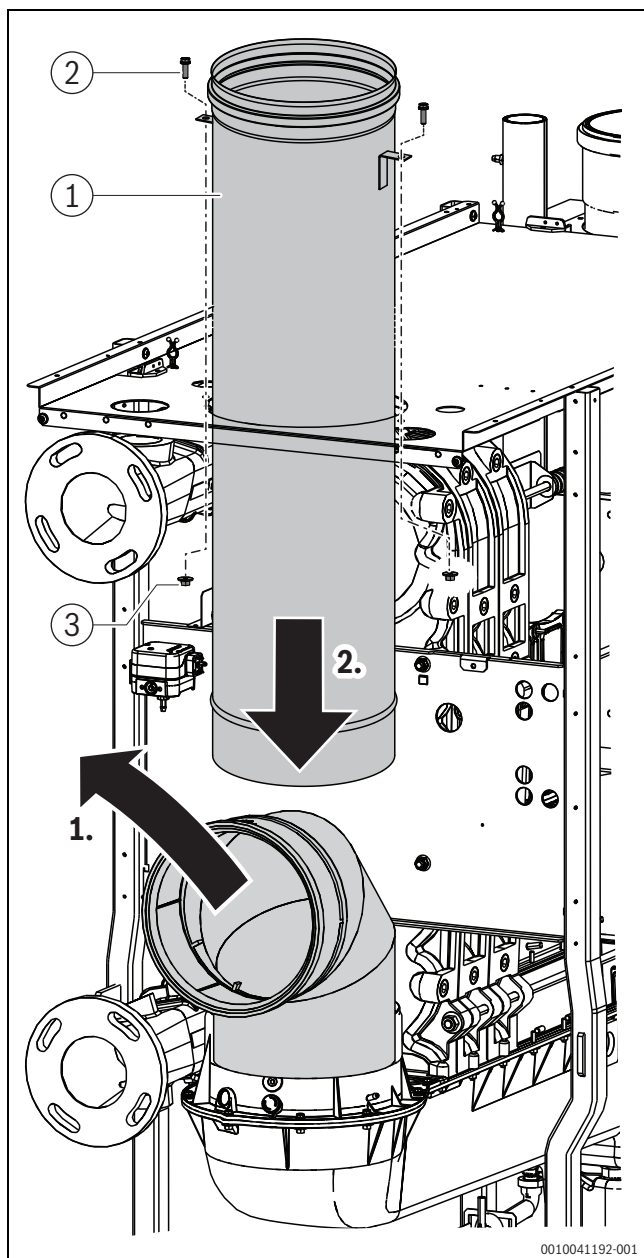

Fig. 21 Montar a conduta dos gases queimados verticalmente
(→fig. 21)
- ▶ Colocar a secção reta do tubo (acessório) no bocal do tubo da cuba de condensados e fixar à capa superior com dois parafusos e porcas (→fig. 21).